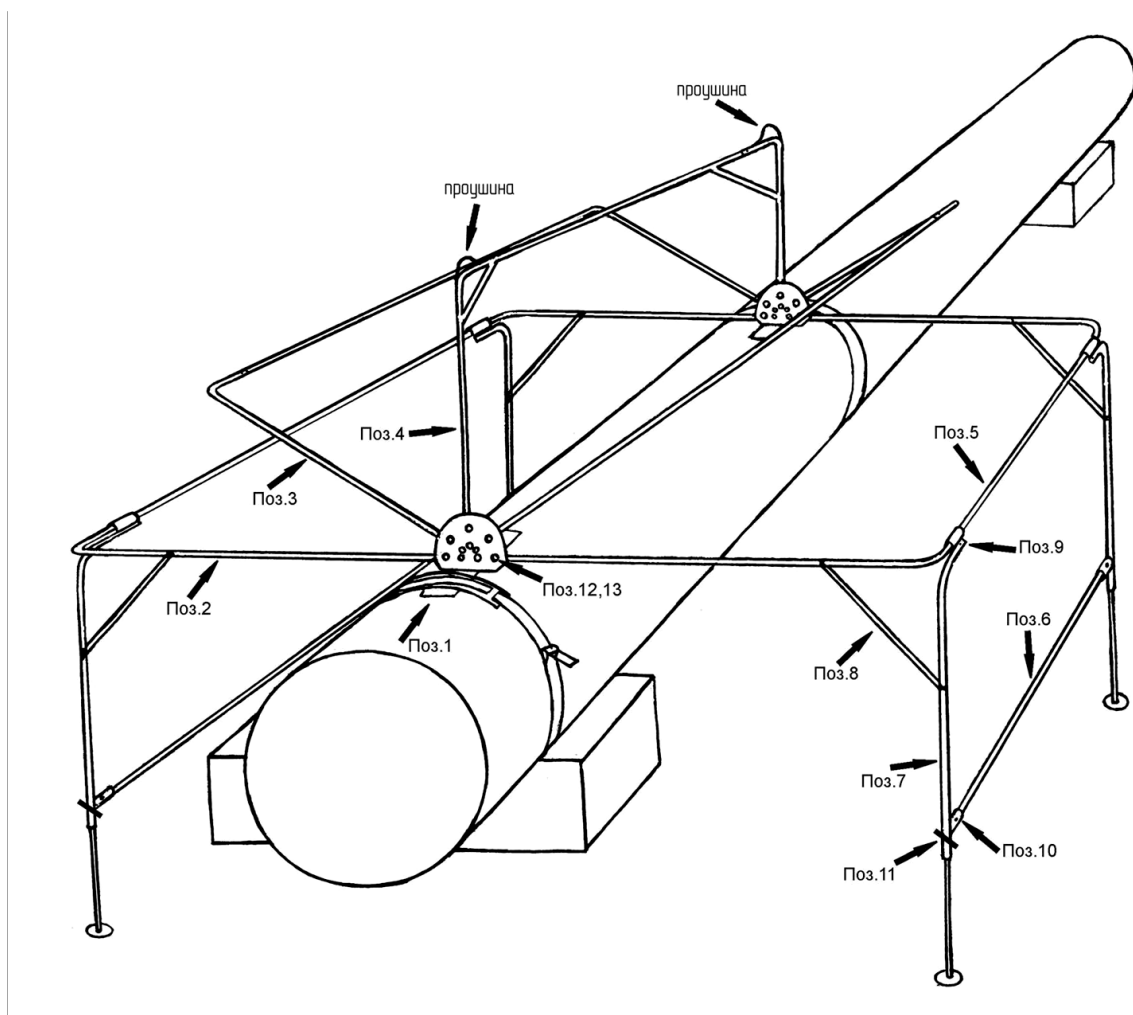

Рис.1
Устройство каркаса палатки (Рис.1)
Устройство каркаса палатки показано на (рис.1), номера позиций на рисунке соответствуют порядковым номерам табл.1.
3. Собрать левую и правую подсборку между собой с помощью прямых штанг поз.6(3шт) и шарнирных штанг поз.5(2шт) согласно рис.1.
5. Собрать 2 штанги поз.6 с опорами согласно рис.1 и зафиксировать фиксаторами поз.10.